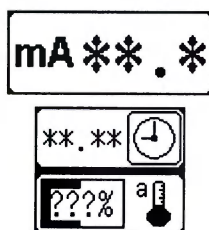

Рисунок 89
9.5.2.5.8 Во время выпуска рентгеновского излучения на панели управления штатива отображаются (см. рисунок 89):